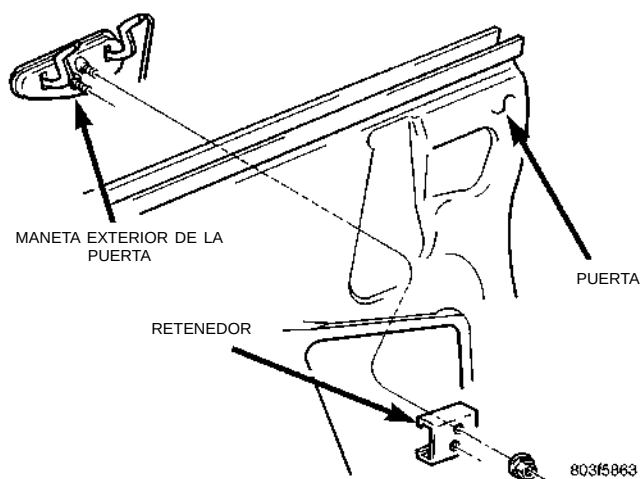

Fig. 28 Maneta exterior de la puerta delantera
- (1) Retire el panel tapizado de la puerta y el protector contra el agua.
- (2) Cierre el cristal de la puerta.
- (3) Desconecte las varillas de bloqueo y del pestillo de éste último.
- (4) Retire la tuerca que sujeta el retenedor de la maneta al panel exterior de la puerta (Fig. 28).
- (5) Separe el retenedor de la parte trasera de la maneta de la puerta.
- (6) Separe la maneta de la puerta del vehículo.